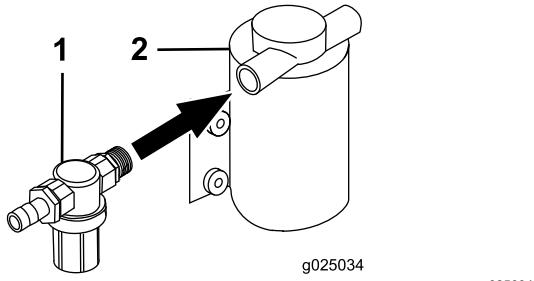

Figure 22
2. Montez le filtre sous pression sur l'embout fileté de la pompe de rinçage (Figure 22).